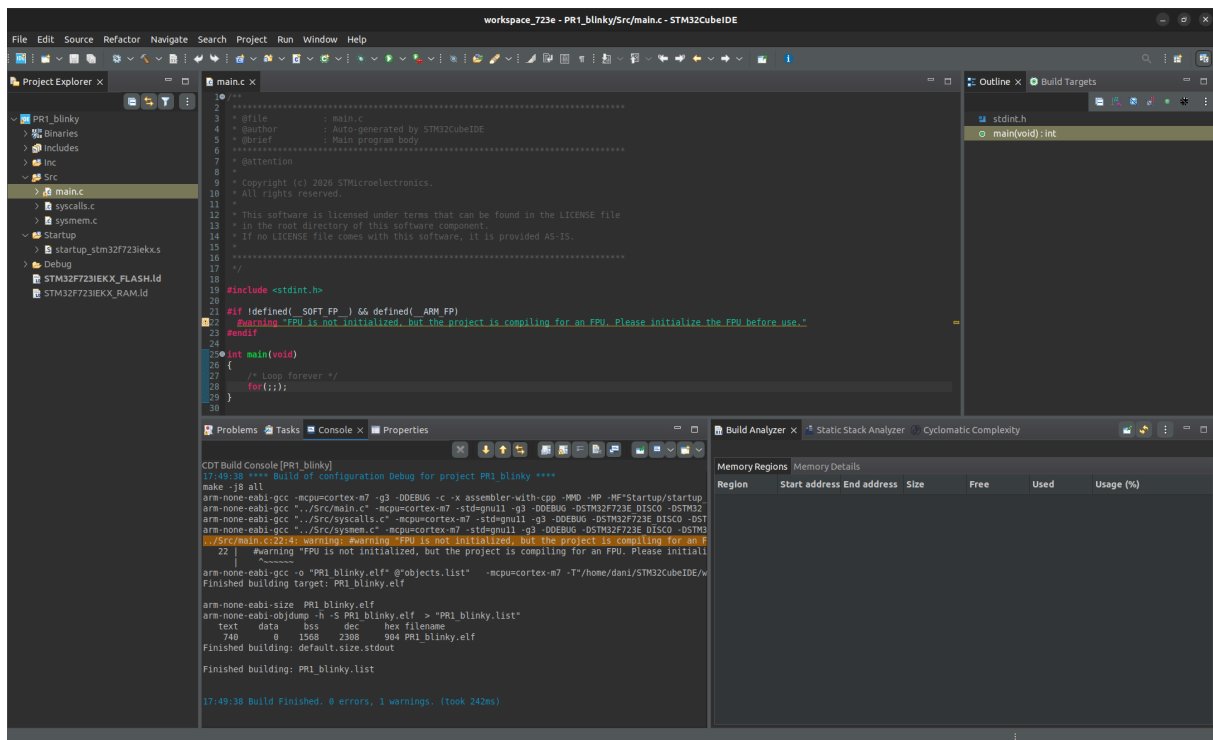

Figura 15: Log tras construir la aplicación
2. Con el archivo abierto, haz click en el martillo (build) que se encuentra en la barra superior de tareas. Verás el log de compilación en la terminal (Figura 15).